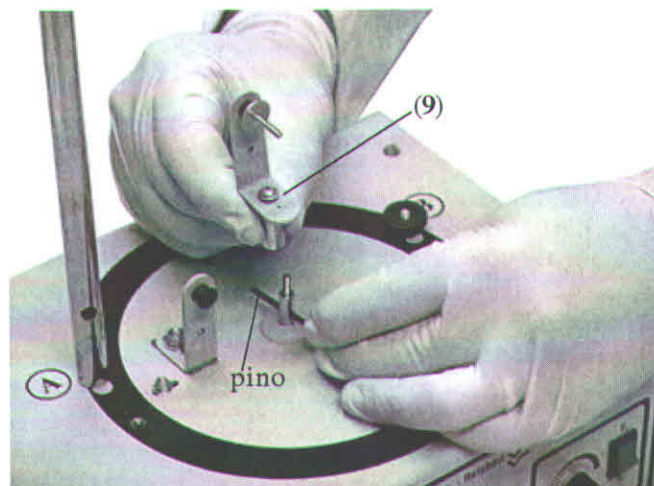

Figura 2
• o sistema de acoplamento vertical ao transdutor removível (9) com:
• Parafuse o sistema de acoplamento vertical ao transdutor removível (9) na ponteira do transdutor eletromagnético.
• Introduza uma chave em L ou um pino com 2,5 mm de diâmetro na ponteira do transdutor a fim de evitar que ele gire - Figura 2.